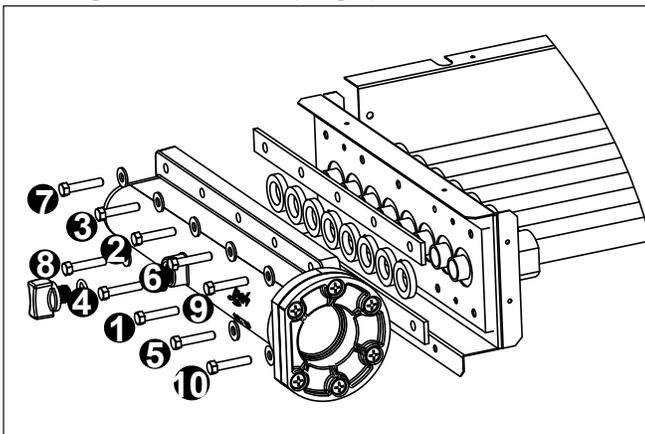

Figure 14. Séquence de serrage du boulon du collecteur
13. Vissez les dix (10) verrous et rondelles, et serrez manuellement.
15. Vissez les dix (10) verrous et rondelles, et serrez manuellement.
16. Utilisez une clé dynamométrique pour serrer les boulons sur chaque raccord à quatre (4) pieds par livre. Les boulons doivent être serrés selon la séquence indiquée dans la figure 14.